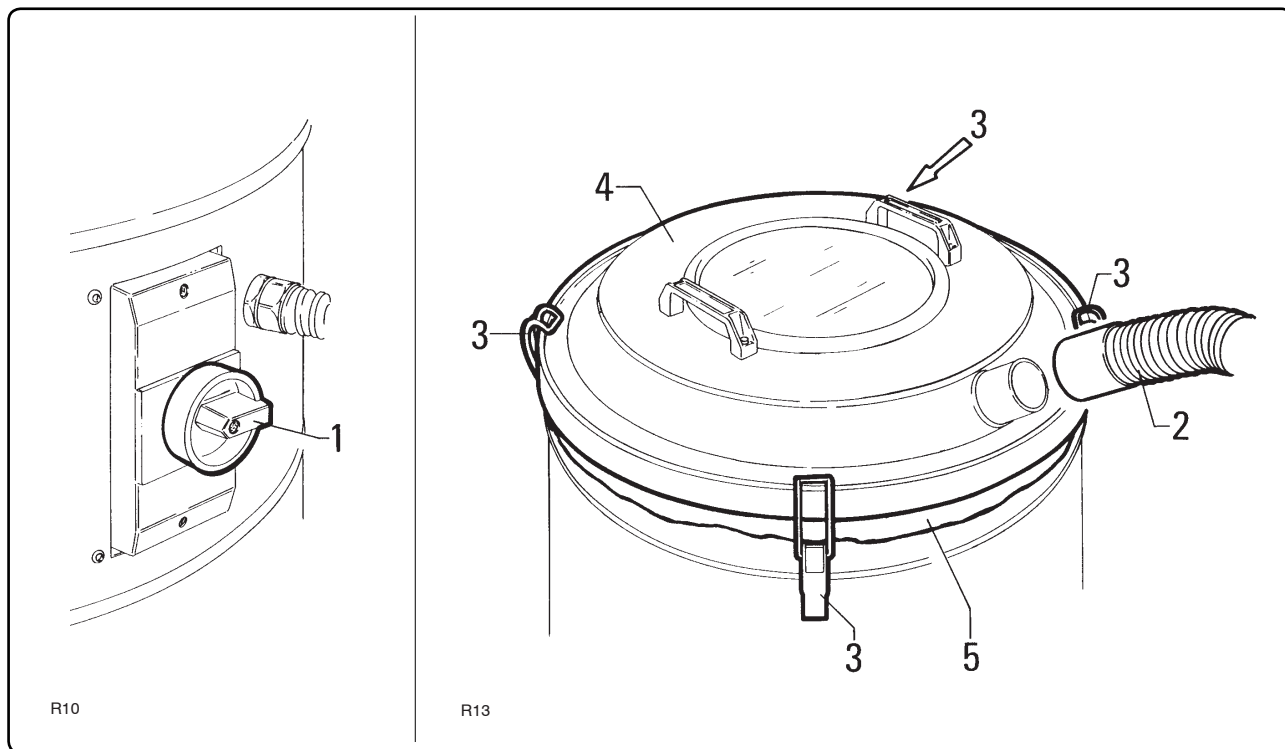

Fig. 6.6.1
- Estrarre il sacco di raccolta e dopo averlo svuotato, riposizionarlo col bordo "5" leggermente sporgente (fig. 6.6.1).
- Remove the swarf bag and, after having emptied it, fit it back in place with edge "5" slightly projecting (fig. 6.6.1).
- Sortez le sac de récupération et une fois vidé, remettez-le en place avec le bord "5" qui dépasse légèrement (fig. 6.6.1).
- Den Staubsammelbeutel herausnehmen und ihn nach dem Entleeren so anordnen, daß die Kante "5" leicht übersteht (Abb. 6.6.1).